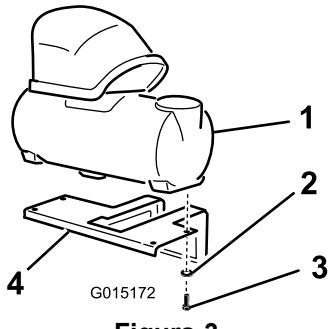

Figura 3
- Coloque o depósito de espuma no suporte de montagem como se mostra em Figura 3.